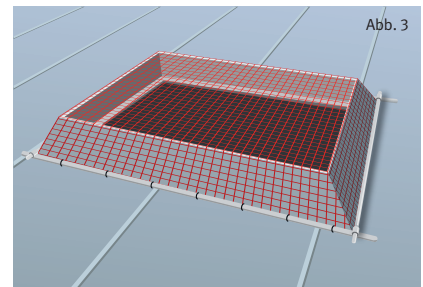

Abb. 3
- Überdeckungen, z. B. Schutznetze (Abb. 3).